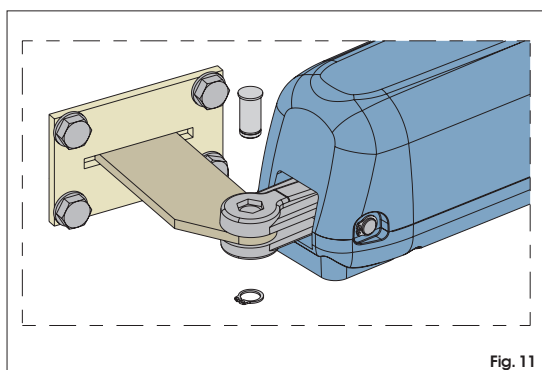

Fig. 11
8) Fissare l'operatore alla staffa posteriore tramite i perni in dotazione come indicato in Fig.11.